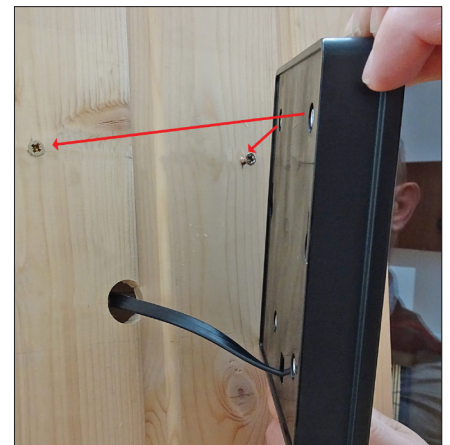

Abb. 3
- VI. Zum Schluss das Bedienteil auf den zuvor befestigten Schrauben einhängen (Abb. 3).